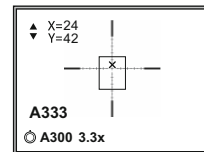

Рис.5
10) Вращением энкодера передвигайте опорный крест относительно метки до тех пор, пока опорный крест не совместится с точкой попадания (см. рис. 5).
- Индикация используемой дистанции отображается на дисплее в строке статуса (например,  A300 : профиль оружия **A**; дистанция пристрелки 300м) (рис.5)